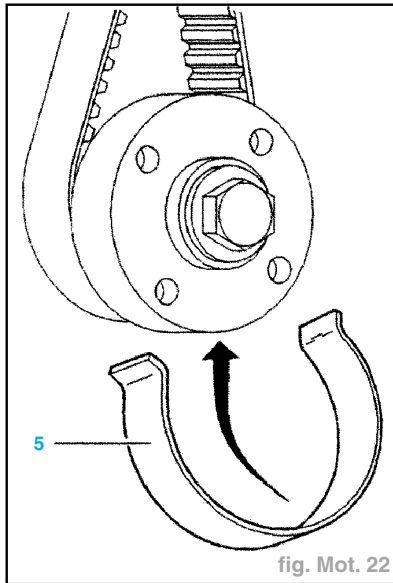

fig. Mot. 22
- Poser l'outil (5) réf. 4533 TAD (fig. Mot. 22).